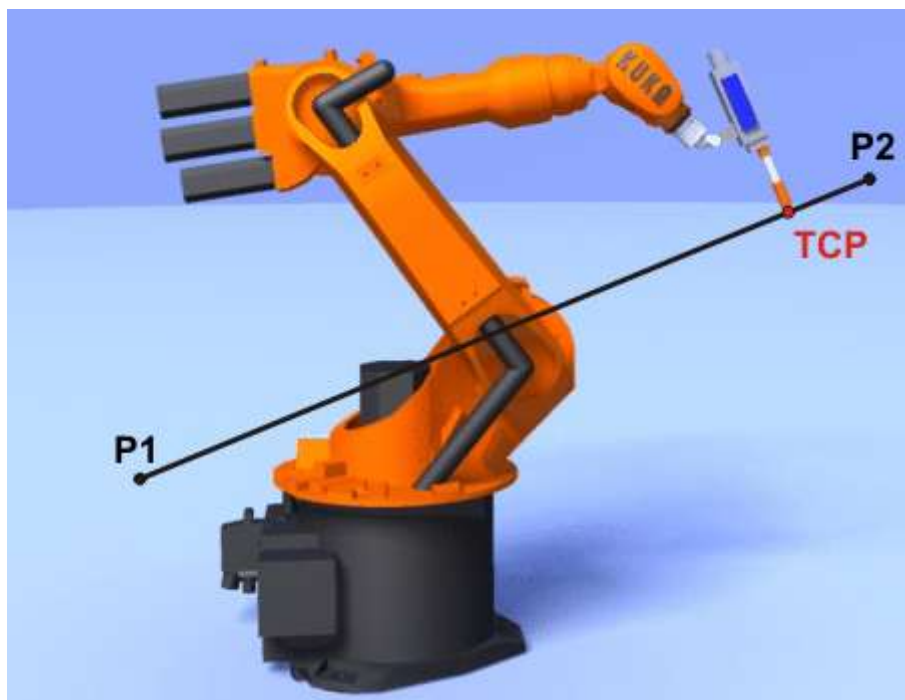

Рис. 4.2 LIN-движение
2. LIN – линейное движение с определенной скоростью и ускорением по прямой линии (рис.4.2). Робот использует точку, определенную на предыдущем шаге, как стартовую точку, и точку,